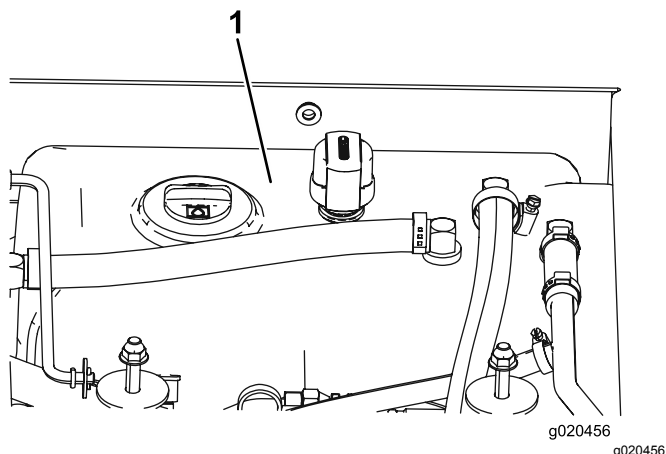

Figure 102
4. Remplissez le réservoir (Figure 102) de liquide hydraulique ; voir Contrôle du niveau de liquide hydraulique \(page 74\).